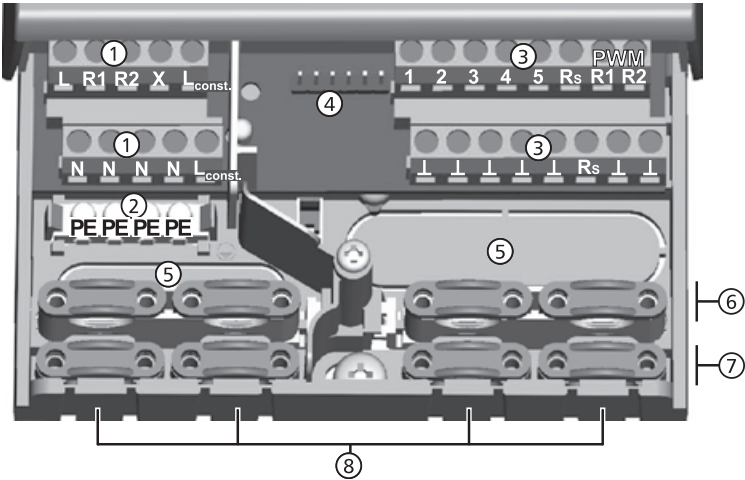

Fig. 3: Morsetti di collegamento nel lato inferiore della centralina (calotta coprimorsetti rimossa)
1. Perforare le aperture ⑤ (Fig. 3) con un attrezzo adatto.
1. *Intagliare* e perforare con un coltello adatto le aperture per cavi ⑧ (Fig. 3) necessarie a sinistra e a destra.